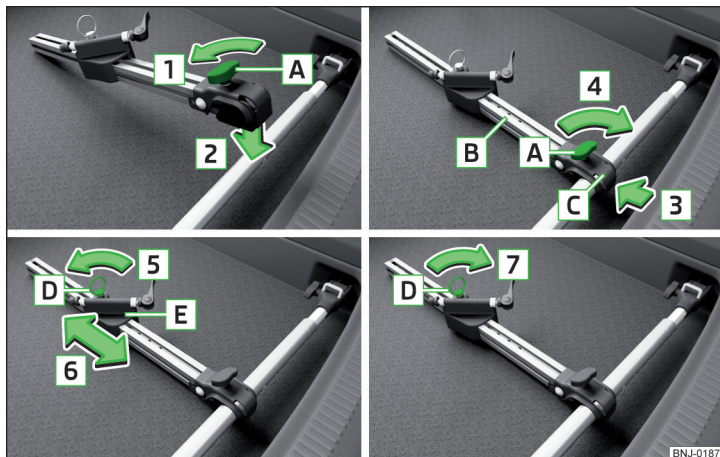

Fig. 112 Montering af cykelholder
- Løsn skruen **A** på cykelholderen (efterfølgende kun kaldt holder) i pilens retning **1** » Fig. 112.
- Hvis du ønsker at transportere to cykler, skal du løsne skruen **A** » Fig. 112 på side 91 på holderen og forskyde holderen sammen med den fastgjorte cykel mod venstre.
- Skru skruen **A** » Fig. 112 på side 91 fast på holderen.
- Tilpas om nødvendigt positionen for den forskydelige del **E** » Fig. 112 på side 91.